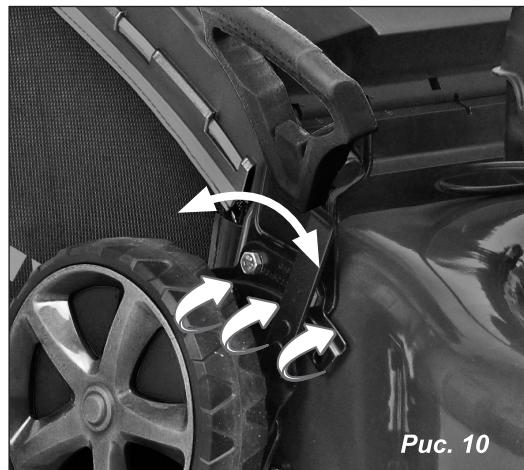

Рис. 10
Переместите рычаг на необходимое значение и зафиксируйте в пазу (рис. 10).
5. Толкайте газонокосилку перед собой, производя управление, задавая необходимую вам траекторию движения смещающая рукоятку влево или право. Не прилагайте больших усилий передвигая газонокосилку, если движение затруднено проверьте правильность регулировки высоты среза (см. п. 8, рис. 10).